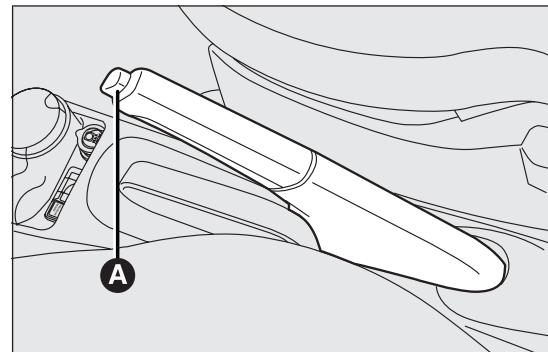

Abb. 93
Der Handbremshebel Abb. 93 befindet sich zwischen den Vordersitzen.
- Den Hebel leicht anheben und den Entriegelungsknopf A Abb. 93 drücken;